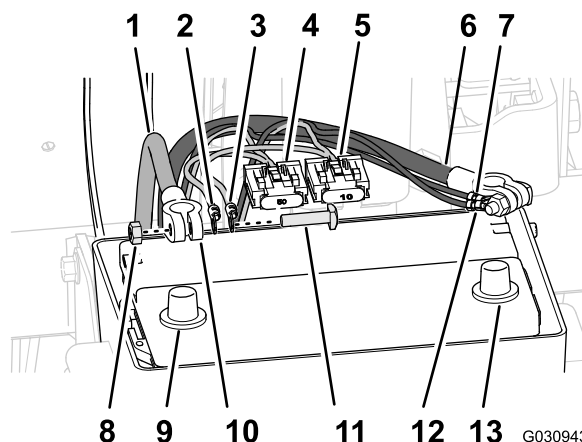

図 170
1. 後方ハーネスのプラス端子赤ワイヤ、マイナス端子黒ワイヤ、50A ヒューズブロックを、バッテリーボックスと車両のシャーシとの間から上へ出す 図 170。
3. バッテリーの両端子に固定されているTボルトと六角ナットを外す 図 170。
4. Tボルトを、後方ワイヤハーネスのプラス端子赤ワイヤ、ナビゲーション用電装ハーネスのプラス端子、バッテリーのプラスケーブルの端子に通す 図 170。
5. 端子とTボルトを、六角ナットで仮止めする 図 170。
6. Tボルトを、後方ワイヤハーネスのマイナス端子黒ワイヤ、ナビゲーション用電装ハーネスのマイナス端子、バッテリーのマイナスケーブルの端子に通す 図 170。
7. 端子とTボルトを、六角ナットで仮止めする 図 170。